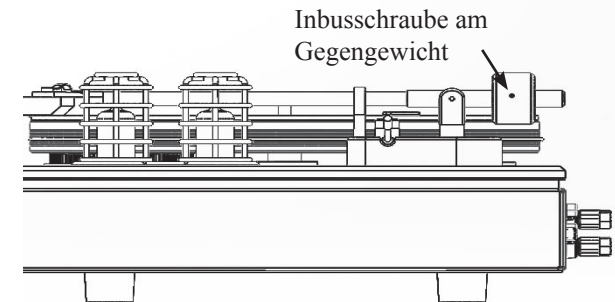

Abbildung 6 - Einstellung des Gegengewichts
- Vergewissern Sie sich, dass die Inbusschraube gelöst ist (siehe Abbildung 6). Sie können die Inbusschraube mit Hilfe des mittleren mitgelieferten Inbusschlüssels lösen, indem Sie die Schraube entgegen dem Uhrzeigersinn drehen.